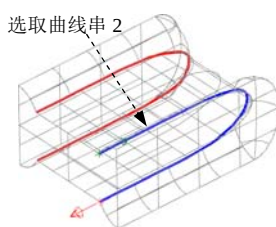

图 12.8.7 定义曲线串 2
(2) 单击 **第二个...** 按钮，此时系统提示“增加串连：1”，在图形区选取图 12.8.7 所示的曲线串 2；单击 ☒ 按钮，系统返回至“多轴刀具路径-两曲线之间形状”对话框。